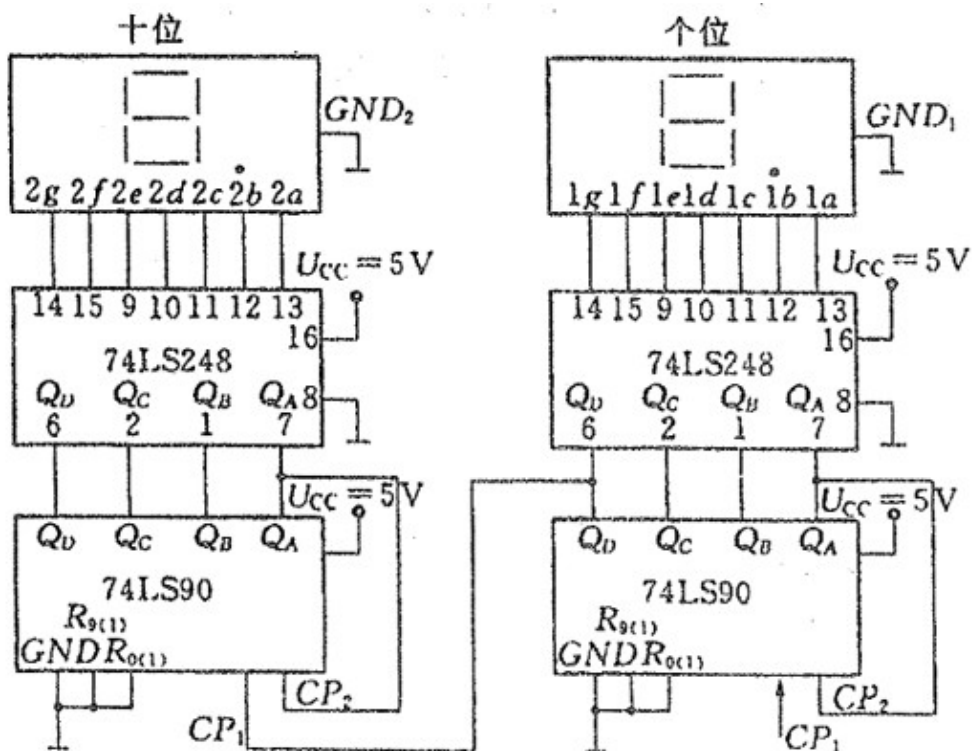

图 5.11: 两位二十进制计数、译码、显示
5. 按实验图 5.11 所示, 把实验箱上的 Q1、Q2、Q3、Q4 和 74LS90 的 Q1、Q2、Q3、Q4 联接起来, 输入 1Hz 脉冲, 观察显示器显示结果。若把各位的 RBI 接地, BI/RBO 接个位的 RBI, 重复上述过程, 观察显示结果。
6. * 对图 5.11 的实验做改进, 使它成为 12 进制, 显示规律为 1、2、3、4……9、10、11、12、1、2、……即从 12 不是返回到 0, 而是返回到 1。
5. 按实验图 5.11 所示，把实验箱上的 Q_1 、 Q_2 、 Q_3 、 Q_4 和 74LS90 的 Q_1 、 Q_2 、 Q_3 、 Q_4 联
6. * 对图 5.11 的实验做改进，使它成为 12 进制，显示规律为 1、2、3、4……9、10、11、12、1、2、……即从 12 不是返回到 0，而是返回到 1。